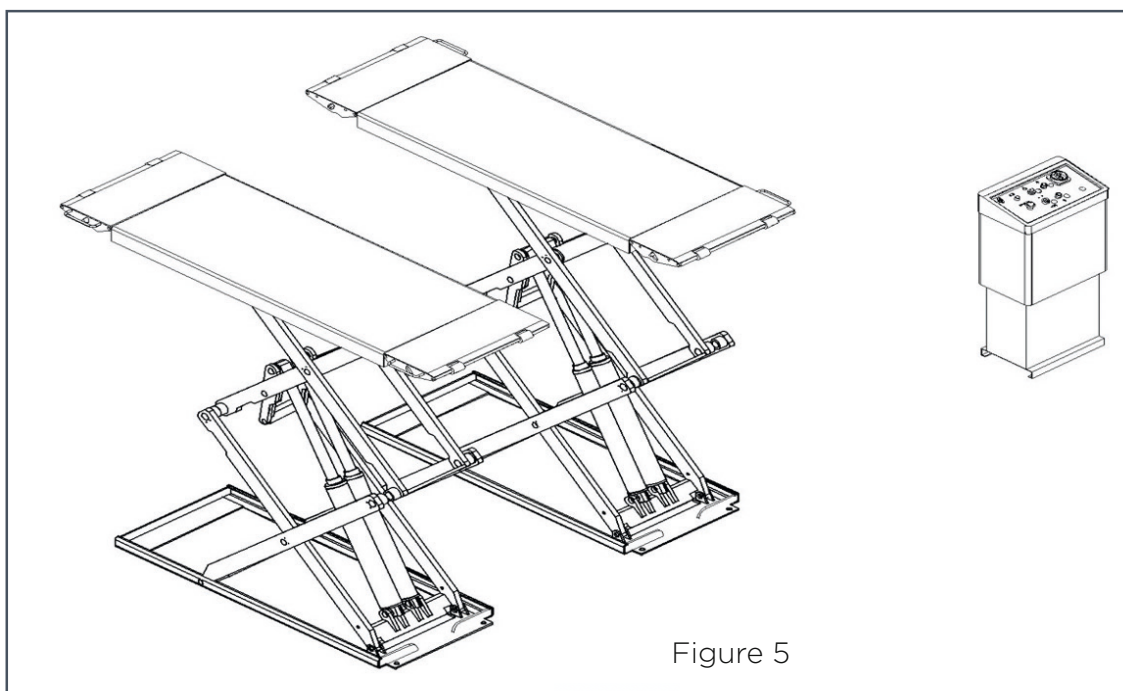

Figure 5
Comme le montrent les schémas (Figure 5), la présence de personnel dans la zone de danger indiquée est strictement interdite. Pendant la montée et la descente du pont, le personnel n'est autorisé dans la zone d'intérêt que lorsque le véhicule est déjà en position élevée, lorsque les plates-formes sont en position de stationnement et lorsque les dispositifs de sécurité mécanique sont solidement engagés.
- N'entrez pas dans la zone de danger lorsque les véhicules sont soulevés. (Figure 5)
Pendant la montée et la descente, aucune personne n'est autorisée à travailler sous les parties mobiles du pont élévateur, mais elle doit travailler dans la zone sécurisée. (Figure 5)